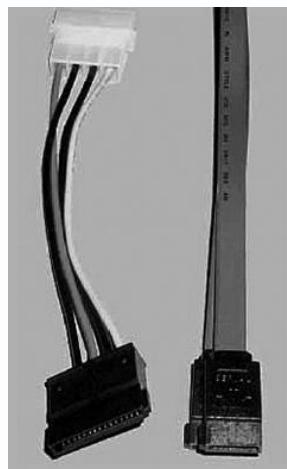

Рис.67. Кабель питания SATA с переходником (слева) и интерфейсный кабель sata (справа)
- после подключения SATA-кабеля не забудьте подключить питание к SATA-диску. Обратите внимание: вам нужен специальный кабель питания (3,3 В), который поставляется вместе с жестким диском. Иногда поставляется переходник, позволяющий подключить обычный кабель питания к SATA-диску (рис. 67).